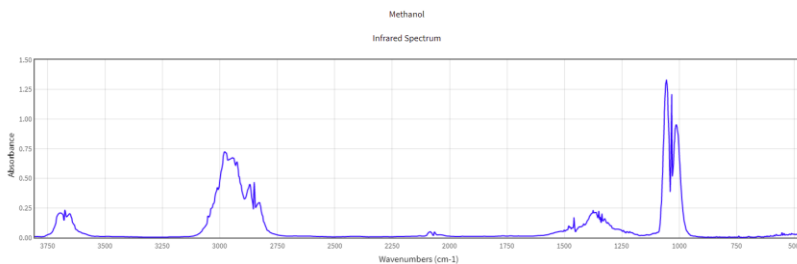

Рис. 4.8. Экспериментальный ИК спектр метанола (газ)
1. Используя экспериментальный спектр, заполните колонку $\nu_{\text{эксп}}$. Экспериментальный ИК спектр (рис. 4.8) можно взять в базе данных <https://webbook.nist.gov> или https://sdb.sdb.aist.go.jp/sdb/cgi-bin/cre_index.cgi.